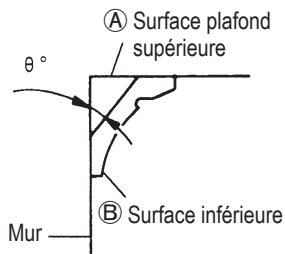
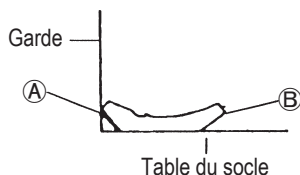
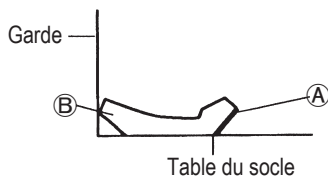

Fig. 33
Fig. 37
Fig. 38
La Fig. 33 montre deux types de corniche complexe courants ayant des angles de (θ) 38° et de 45°.
- Disposer la corniche complexe de façon que la surface supérieure (A) sur la Fig. 33) touche la garde comme indiqué à la Fig. 37.
- Disposer la corniche complexe de façon que la surface inférieure (B) sur la Fig. 33) touche la garde comme indiqué à la Fig. 38.
- Disposer la corniche complexe de façon que la surface supérieure (B) sur la Fig. 33) touche la garde comme indiqué à la Fig. 41.
- Disposer la corniche complexe de façon que la surface inférieure (A) sur la Fig. 33) touche la garde comme indiqué à la Fig. 42.